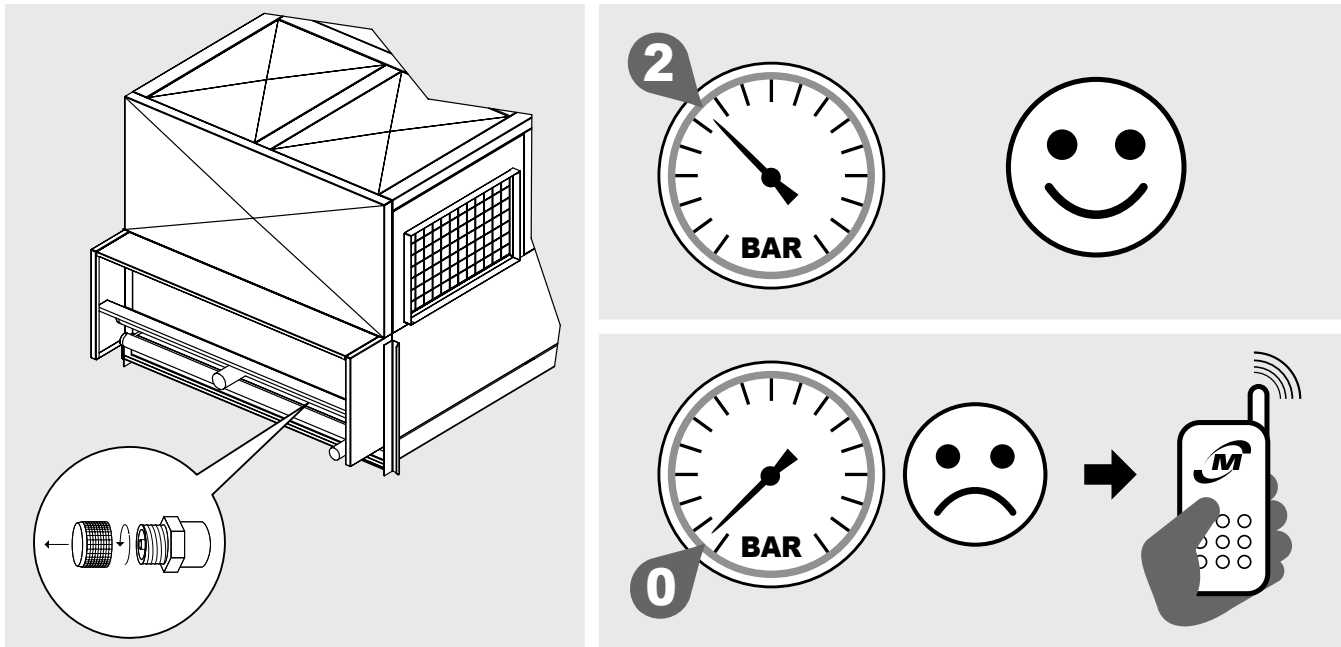

Figure 2
- 4.2 Les échangeurs à condenseur (H(C)FC) et à gas cooler (CO₂) sont fournis avec une précharge d'air sec à 2 bars et disposent d'attaches de charge de UNF 7/16 "-20. Vérifier la présence de pression; en l'absence de pression, contacter immédiatement Modine et signaler le problème sur le document de transport. L'absence de pression indique une fuite due à un dommage subi durant le transport. Voir Figure 2.